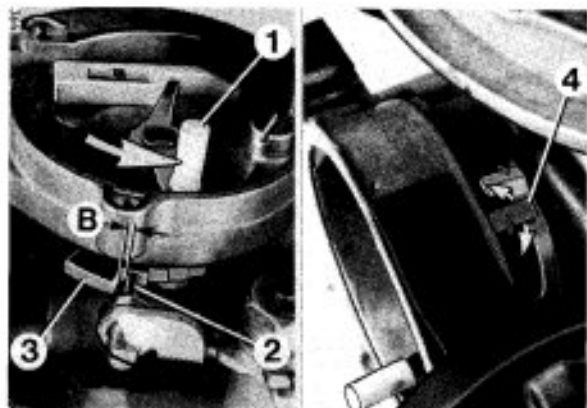

Bild 39
6.4 Position Stufenscheibe (Bild 39)